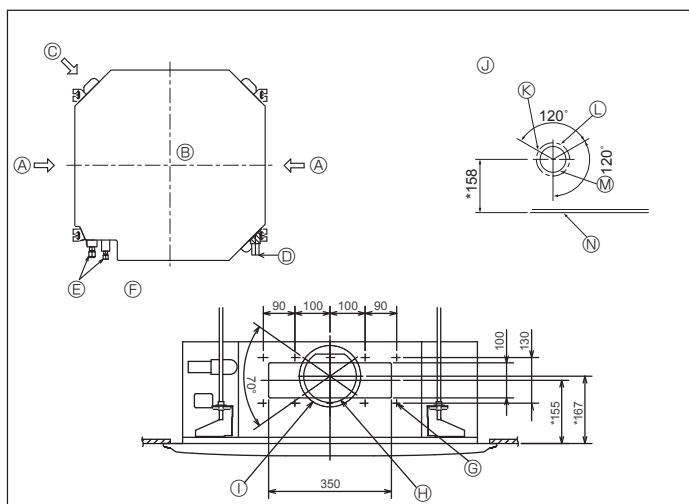

Fig. 3-4
3.4. Opleggingen voor pijpafpakking en luchtinlaat (Fig. 3-4)